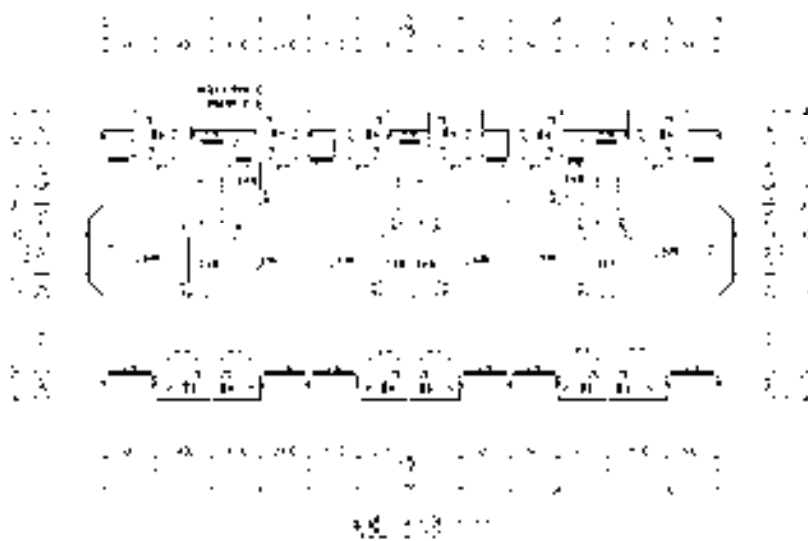

图 14-108 图名标注
28) 添加图名标注。调用“图名标注”命令,在弹出的“图名标注”对话框中设置参数,在平面图的下方面点取图名标注的位置,操作结果如图 14-108 所示。